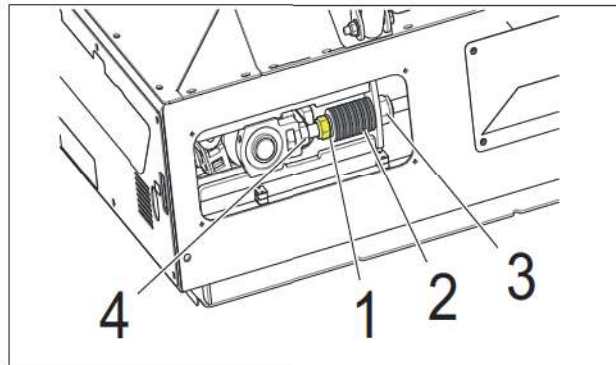

Figure 6.2 - Schortband opspannen
- Span de schortband aan door de geel gemarkeerde bout te draaien (naar rechts is aandraaien, naar links is losdraaien), zie item 1, afb. 6.2. Zorg ervoor dat moer 4 niet draait.
7. Start de machine. Als u ervoor wilt zorgen dat de schortband goed functioneert, moet de lager op de lagerglijder gelijkmatig heen en weer bewegen. De schijfveren, item 2, afb. 6.2., maken deze beweging mogelijk. Als de schijfveren deze beweging niet mogelijk maken, moet u verstelmoer 3 losser maken, zie afb. 6.2. Als de spanning niet gehandhaafd kan worden, vervangt u de sluitringen.